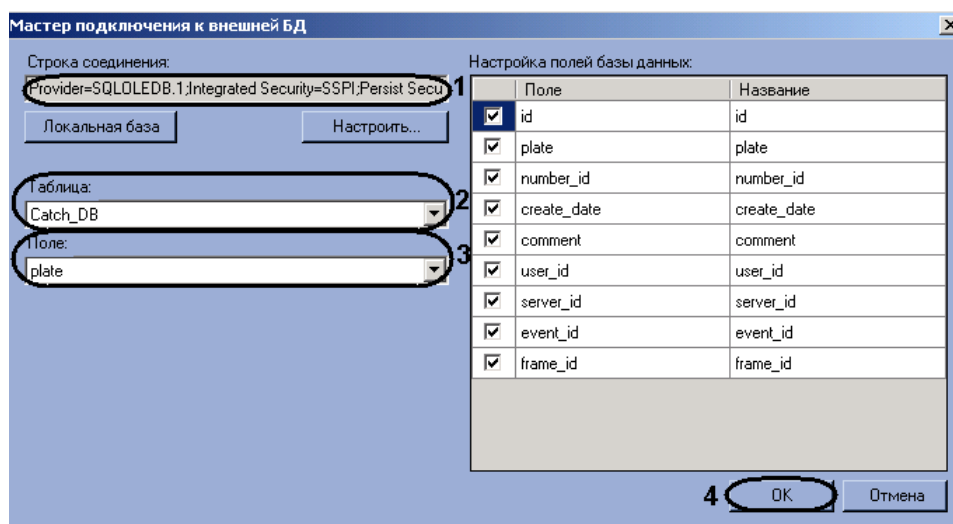

Рис. 7.5—6. Выбор столбца с номерами транспортных средств
7. В списке «Таблица» (см. Рис. 7.5—6, 2) отображаются названия таблиц в выбранной базе данных. Выбрать из данного списка таблицу, в которой содержатся номера транспортных средств.